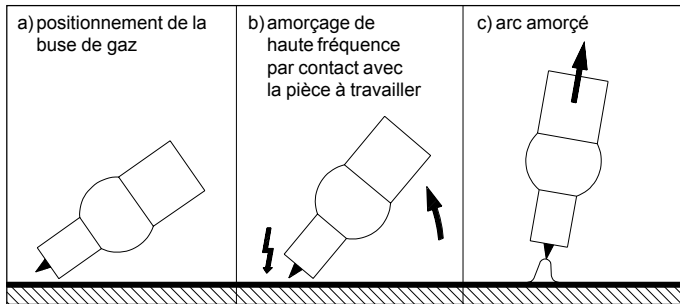

Fig. 27 Amorçage avec aide à l'amorçage
- Avec courant de soudage déconnecté il faut mettre l'électrode sur le point d'amorçage, incliner la torche vers l'arrière jusqu'à ce que le bord de la buse de gaz soit en contact avec la pièce à travailler et la distance entre la pointe de l'électrode et la pièce à travailler soit de 2 à 3 mm (fig. 27 a)